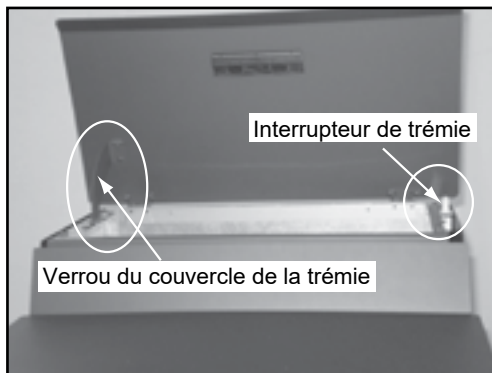

Figure 11.1
2. L'interrupteur de trémie est conçu pour arrêter le moteur d'alimentation lorsque le couvercle de la trémie est ouvert. Laissez le couvercle ouvert pendant trop longtemps pourrait faire en sorte que le feu s'éteigne (**Figure 11.1**).
Il y a 4 vis bornier situé à l'arrière de l'angle inférieur gauche de la cuisinière directement au-dessus du cordon d'alimentation entrée. Le centre de 2 vis pour les fils du thermostat (voir la Figure 11.1, page 11).